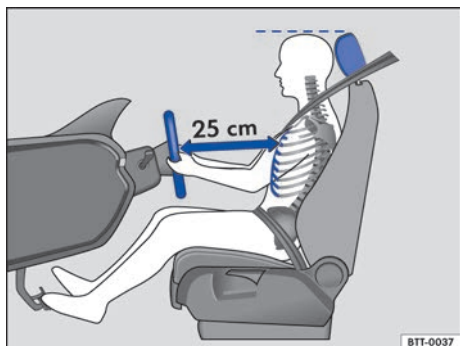
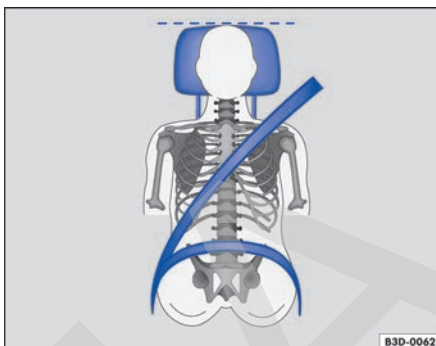

Fig. 37 La distancia correcta entre el conductor y el volante debe ser como mínimo 25 cm.
Fig. 38 Posición correcta de la banda del cinturón y ajuste correcto del apoyacabezas.
- Ajustar el asiento para que la distancia entre éste y el tórax tenga como mínimo 25 cm \Rightarrow fig. 38 y que el conductor pueda sujetar el volante del borde externo con las dos manos y los brazos ligeramente doblados.
- Para los asientos con apoyacabezas: ajustar el apoyacabezas para que su borde superior se encuentre preferentemente en la misma línea de la parte superior de la cabeza \Rightarrow fig. 37 y \Rightarrow fig. 38 – pero no por debajo de la altura de los ojos. Posicionar la parte posterior de la cabeza lo más cerca posible del apoyacabezas.